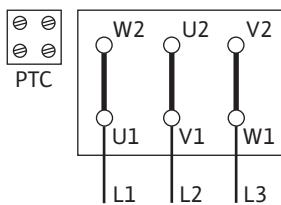

Fig. 10: Y-Δ-pokretanje
- Mrežni priključak na priključnoj ploči zavisi od snage motora P2, mrežnog napona i vrste uključivanja. Potrebno povezivanje veznih mostova u priključnoj kutiji nalazi se u sledećoj tabeli i na Fig. 10, 11 i 12.